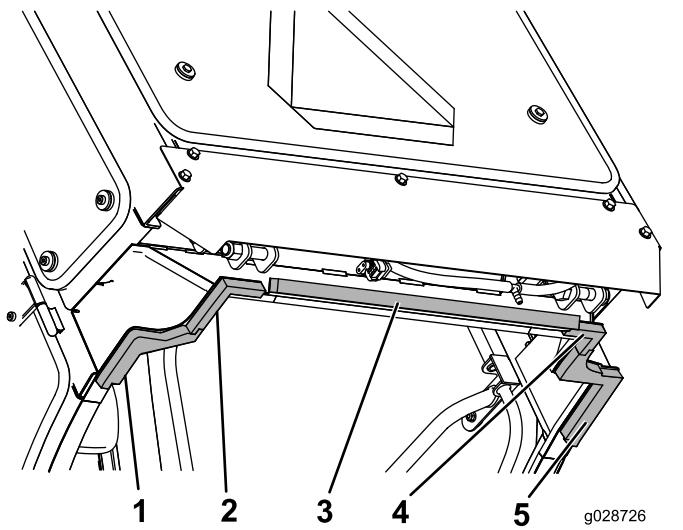

Figure 61
1. Appliquez le joint en mousse arrière sur la patte inclinée à l'arrière de la cabine, comme montré à la Figure 61.
2. Installez les joints en mousse arrière gauche et arrière droit sur les coins intérieurs du bord inférieur arrière du cadre de la cabine, comme montré à la Figure 61.
- Alignez les bords intérieurs des joints en mousse centraux droit et gauche sur les joints en mousse arrière droit et gauche, et verrouillez les pattes ensemble (Figure 61).